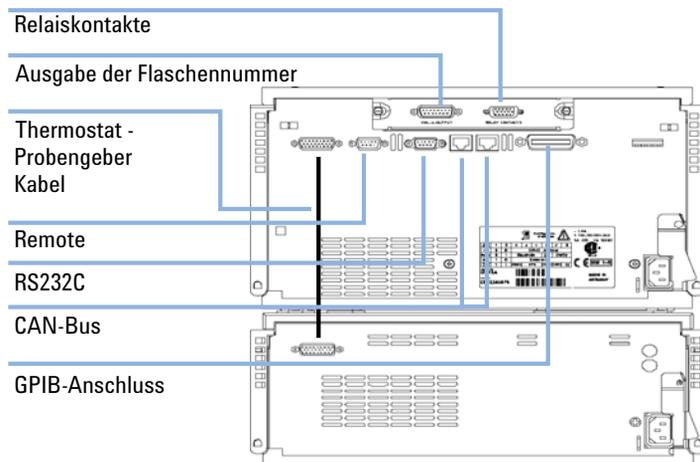

Abbildung 16 Kabelverbindungen
- 9 Verbinden Sie die Kabel zwischen Probengeber und Thermostat, siehe Abbildung 16 auf Seite 46.